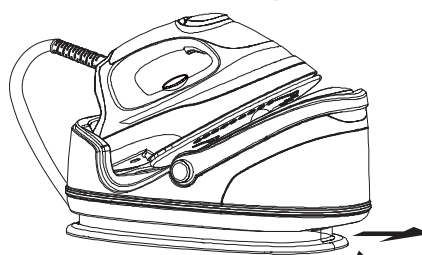

Fig.2
1. Drücken Sie den Wassertankverschluss nach oben und holen Sie den separaten Wassertank aus dem Gerät. (Fig.2)